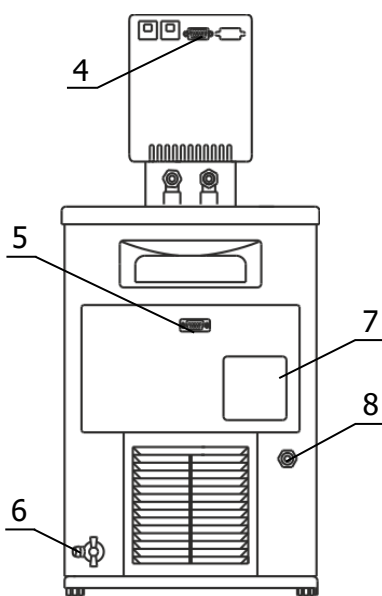

Рисунок 3 — Задняя панель термостата
2.2.4 К переливному штуцеру 8 (рисунок 3) присоединить гибкий шланг, второй конец которого опустить в емкость для сбора излишков теплоносителя объемом 1.5–2 литра.
2.2.7 Вставить вилку сетевого кабеля блока регулирования в розетку 7 (рисунок 3). Соединить кабелем из комплекта поставки блок регулирования (разъем 4) и холодильную машину (разъем 5). Сетевой кабель термостата подключить к питающей сети.
2.2.10 Для заполнения соединительных шлангов и устранения воздушных пробок при первом запуске термостата, необходимо включить блок регулирования в режиме прокачки. При работе циркуляционного насоса уровень теплоносителя во внутренней ванне понизится, что может привести к срабатыванию защиты от недостаточного уровня теплоносителя. Доливать теплоноситель следует до тех пор, пока он не начнет переливаться через штуцер 8 (рисунок 3).
2.4.2 Надеть сливной шланг из комплекта поставки на сливной кран 6 (рисунок 3) и закрепить его хомутом. Свободный конец шланга опустить в емкость для сбора теплоносителя объемом, превышающим объем термостата.